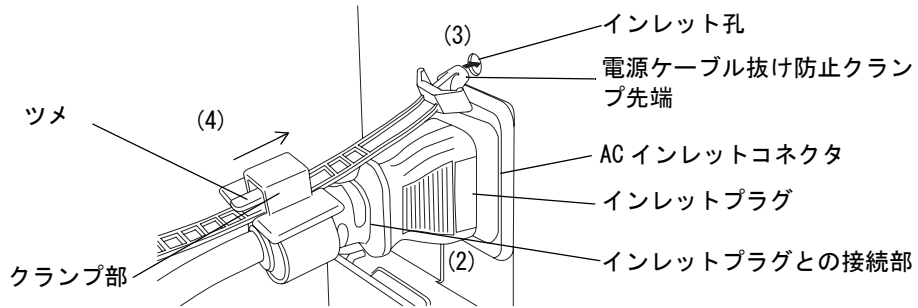

図2
- (2) インレットプラグをACインレットコネクタに図2のように接続します。
- (3) 電源ケーブル抜け防止クランプの先端を図2のようにインレット孔に差し込みます。
(4) クランプ部を動かし、インレットプラグとの接続部で固定します。